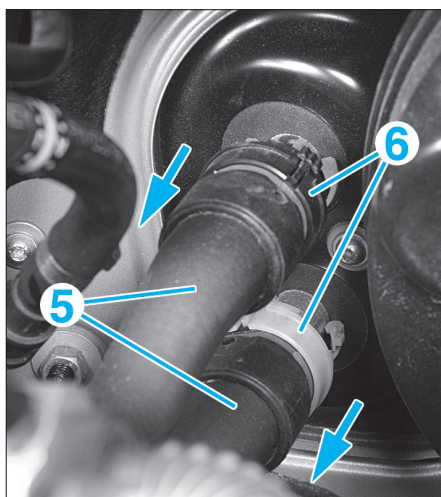

FIG. 35
- les durits d'eau (5) du radiateur de chauffage (tirer les verrouillages (6) vers soi) (fig. 35).